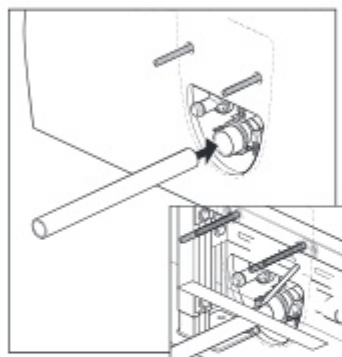

Рис. 13 / Сур. 13
13. Вставьте «запасную» секцию сливной трубы полностью в слив. Приложите линейку заподлицо к перегородке (как показано) и наметьте линию на сливной трубе. Снимите сливную трубу с выпускного колена (рис. 13).